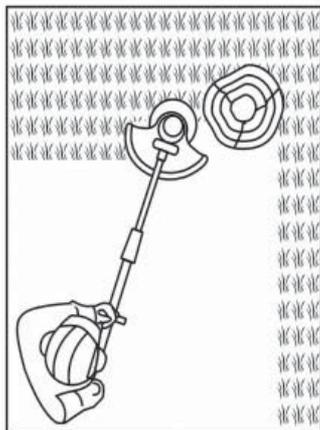

Fig. 20
2. Faire particulièrement attention en travaillant à proximité d'arbres et de buissons. La tête de coupe risque d'endommager les écorces sensibles ou les poteaux de clôture (Fig. 20).